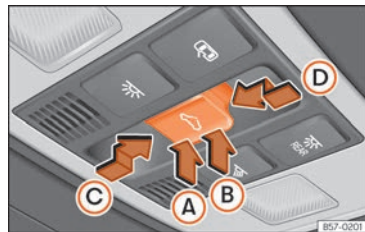

Abb. 66 Im Dachhimmel: Bedienelement für Panorama-Schiebedach.
Der Taster  (Abb. 66) hat zwei Stufen.
- Innerhalb von etwa 5 Sekunden nach der Aktivierung des Einklemmschutzes, drücken Sie die Taste ⏪ »» (Abb. 66) bis zur zweiten Stufe in Pfeilrichtung ① bis das Dach vollständig schließt.